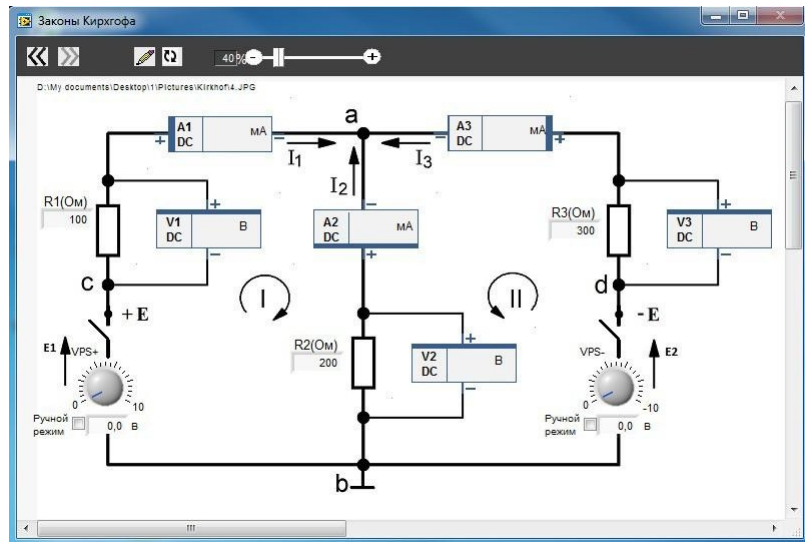

Рисунок 1.26
5. Щелчком по кнопке **Следующий** (>>) на рабочем поле откройте новую схему (рисунок 1.26).
6. Подключите к схеме вольтметры в соответствии со схемой рисунок 1.26.